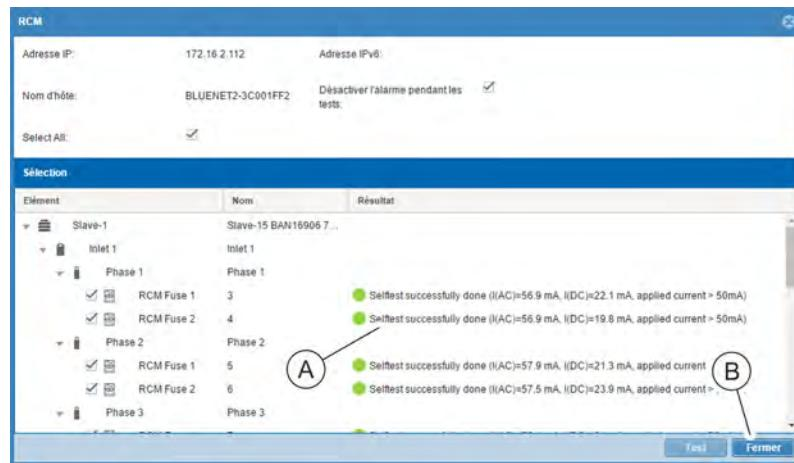

Fig. 108 : Fenêtre « RCM »
6. ➤ Contrôler le résultat de l'auto-test RCM (Fig. 108 /Ⓐ).
7. ➤ Pour quitter la fenêtre « RCM », appuyer sur le bouton « Fermer » (Fig. 108 /Ⓑ).